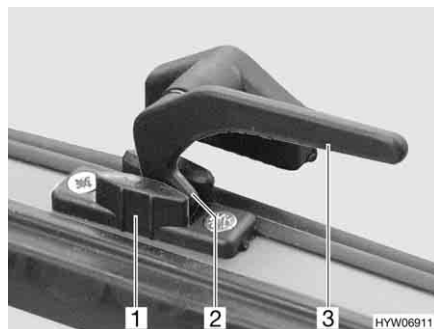

Fig. 36 Leva di serraggio (posizione "Aerazione continua")
- In posizione di "Aerazione continua" (Fig. 36)
- Ruotare la leva di serraggio (Fig. 36,3) di un quarto di giro verso il centro della finestra.
- Ruotare la leva di serraggio di un quarto di giro verso il telaio della finestra. Riportare contemporaneamente il nasello di chiusura (Fig. 36,2) nella rientranza della chiusura della finestra (Fig. 36,1).